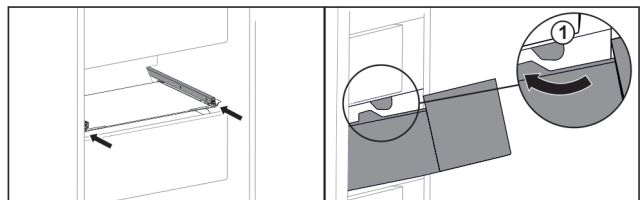

Fig. 100
- ▶ Vezesse el a fiókot az ütközők Fig. 100 (1) körül.